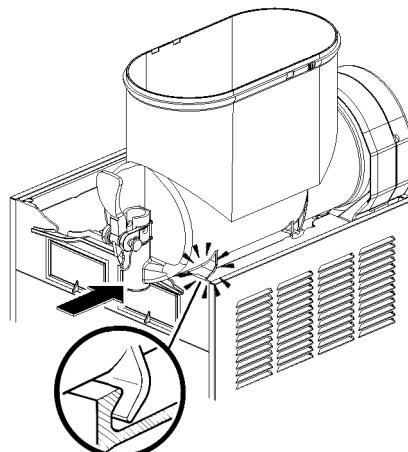

Bild 16
- 7** Den Behälter aufsetzen und gegen die Rückwand schieben, bis er die Dichtung vollständig umschließt und seine unteren Befestigungshaken gleichzeitig in die dafür vorgesehenen Wülste in der Tropfschale eingreifen (Bild 16).